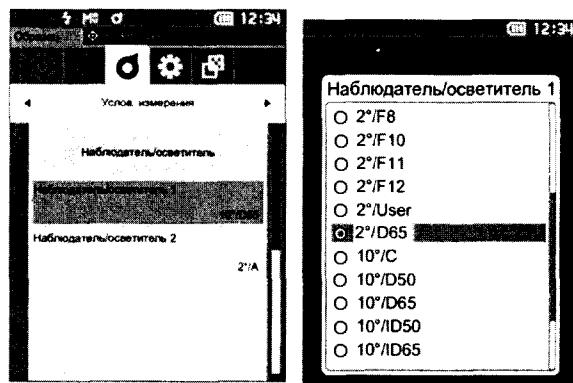

Рисунок 21
8.2.4.3 Нажмите клавишу «ESC», чтобы перейти на экран «Услов. Измерения». Выберете пункт «Наблюдатель/осветитель» клавишами «▲» или «▼», затем нажмите клавишу «Подтверждение». Откроется экран «Наблюдатель/осветитель». Затем выберете пункт «Наблюдатель/осветитель 1», наведите курсор на пункт «2°/D65» (угол наблюдателя 2° (CIE 1931)), стандартный осветитель D₆₅ (дневной свет, цветовая температура 6504 K) (рисунок 21).